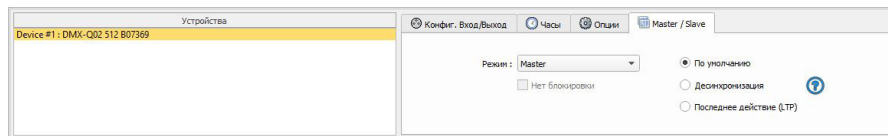

Рис. 4. Установка режима.
- Когда несколько контроллеров подключены через USB интерфейс, автономный режим позволяет произвести настройки контроллеров как ведущий/ведомый (Рис. 4). Эта конфигурация позволяет объединить множество контроллеров (до 32 контроллеров) в единую автономную систему.